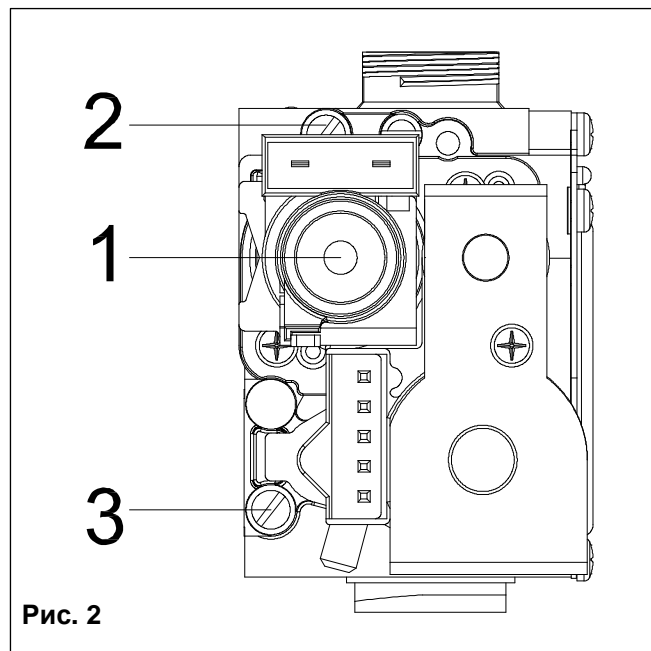

Рис. 2
- Откройте кран подпитки **R** (рис. 2).
- С помощью манометра **М** (рис. 2) убедитесь в том, что давление в системе достигает половины зеленого сектора (1,2 бар, см. рис. 3), и что на дисплее панели управления не отображается код H2O.
- Ослабьте винт точки замера давления № 2 (рис. 2) и вставьте манометр.